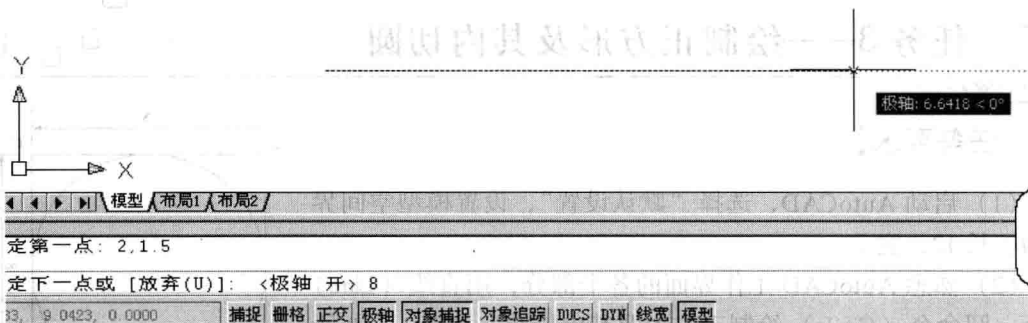

图 1-9 极轴捕捉
(1) 新建一张图，采用 Limits 命令设置图幅为 12×9，然后采用“Zoom”→“All”命令使图幅满屏。
(2) 按 F10 键，进入极轴捕捉方式。
(3) 输入“Line”命令，输入起点坐标“2, 1.5”，用极轴捕捉的方式绘图，将鼠标右移，当指针附近出现“极轴:*.****< 0°”时输入“8”，按回车键，得到第 2 点，如图 1-9 所示。其余各点绘制如表 1-4 所示。
(4) 以“SX1-001”命名，存盘。以下步骤同方法 1。